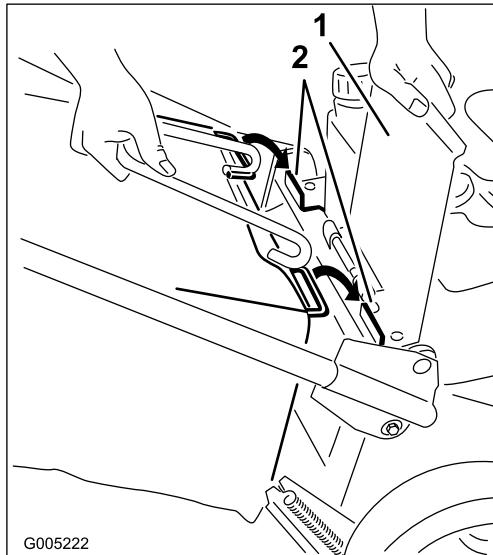

Figura 18
- Alzate lo sportello posteriore e tenetelo alzato (Figura 18).
- Montate il telaio del cesto sulle linguette di supporto (Figura 18).